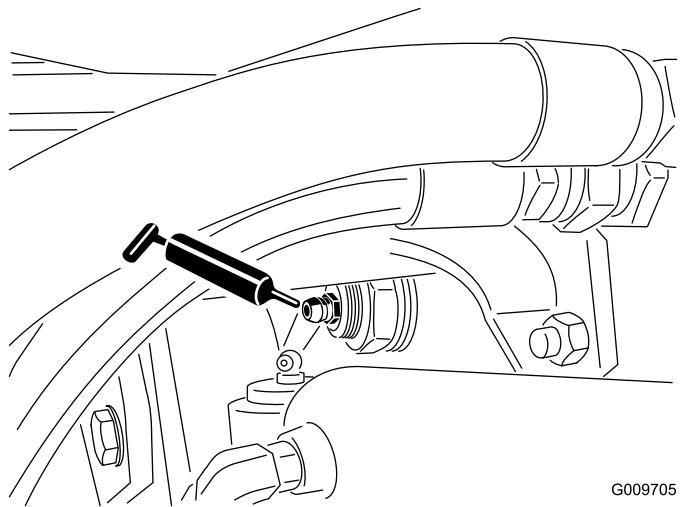

Figura 51
- Casquilhos da articulação do eixo traseiro (2), como se mostra na Figura 51